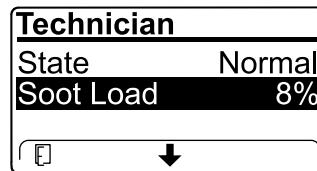

Figura 28
- Veja a carga de fuligem que é medida como percentagem de fuligem no DPF (Figura 28); consulte a tabela de carga de fuligem.